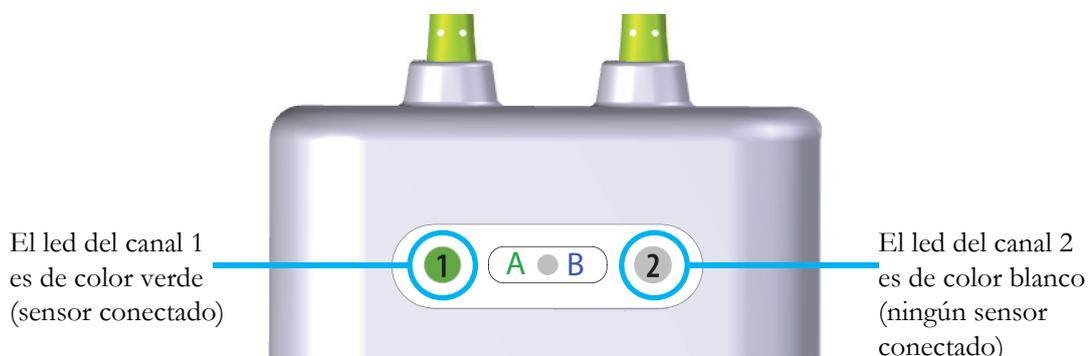

Figura 13-14 Conexión de un sensor al módulo ForeSight: LED de estado del canal
- 6 Verifique que el indicador led de estado de canal del módulo ForeSight Elite cambia de blanco a verde al conectar el sensor por completo. Consulte la Figura 13-14.